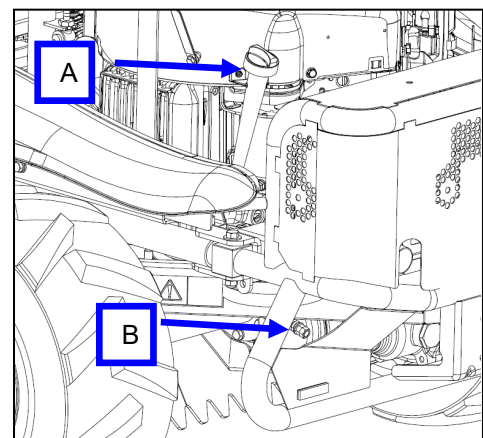

Figure 32
Nivel de aceite: comprobar el indicador "A" (ilustración 32). Con el motor parado durante 5 minutos sobre una superficie plana, desenroscar el indicador A, limpiar la parte inferior y volver a ponerlo en su sitio.
-Comprobar si hay agua y polvo en el filtro del cartucho de combustible (ilustración 32). Reemplazar el filtro si está sucio.